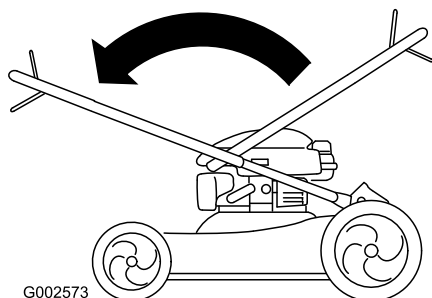

Figure 3
1. Mueva con cuidado la sección superior del manillar hacia adelante hasta que las dos mitades del mismo estén alineadas y encajen como muestra la ilustración (Figure 3).